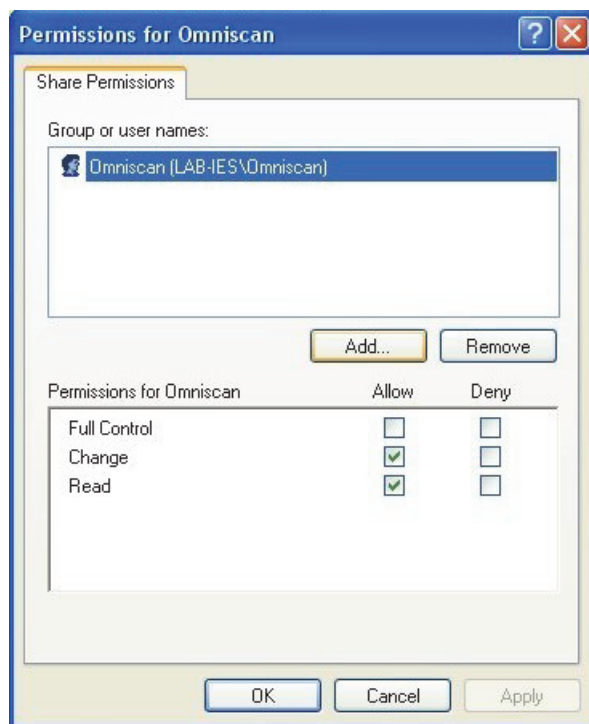

图 7-17 Omniscan 的权限对话框 (Windows XP)
11. 返回到 **Permissions for Omniscan**（Omniscan 的权限）对话框，在 **Allow**（允许）竖列中选中 **Change**（更改）和 **Read**（读取）复选框，然后点击 **OK**（确定）（参见第 185 页的图 7-17）。